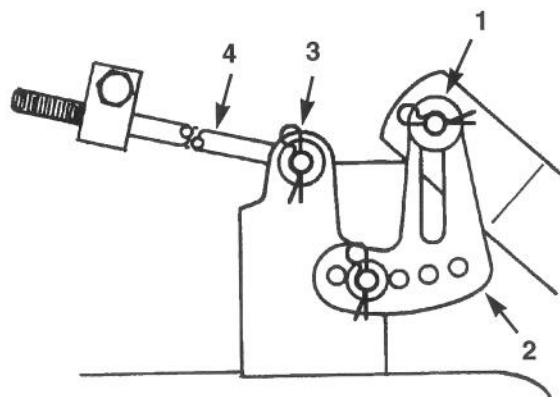

Figure 42
8. Déposer la goupille et la rondelle en haut de la patte de mise à niveau de la tondeuse (Fig. 42). Déposer ensuite la patte de la goupille de montage. Répéter l'opération de l'autre côté de la tondeuse.
9. Déposer la goupille et rondelle à l'extrémité de la longue tige (Fig. 42). Extraite la tige du support de la tondeuse. Répéter l'opération de l'autre côté de la tondeuse.